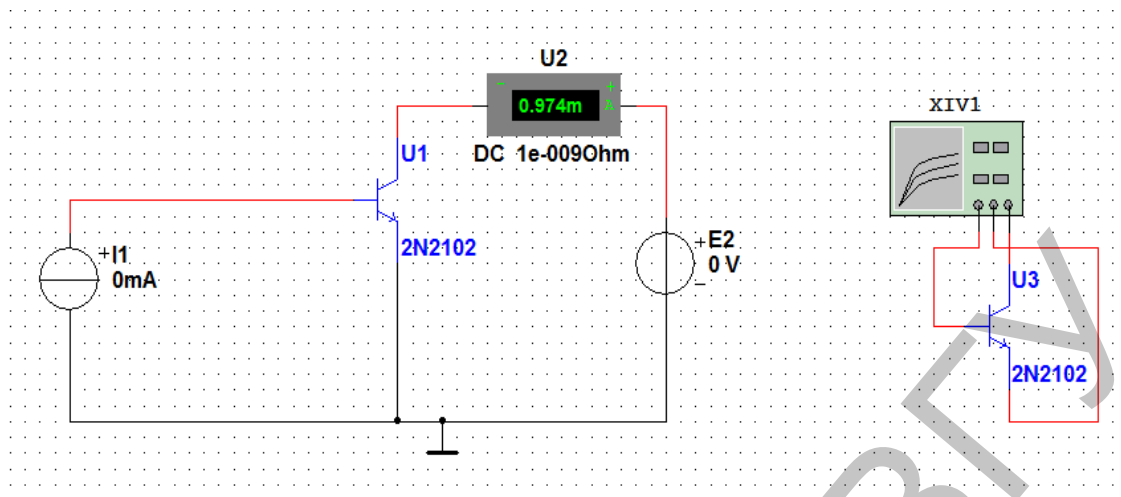

Рис. 4. Схема для изучения выходных характеристик транзистора.
3. Соберите схему для изучения семейства выходных характеристик транзистора, приведенную на рис. 4.